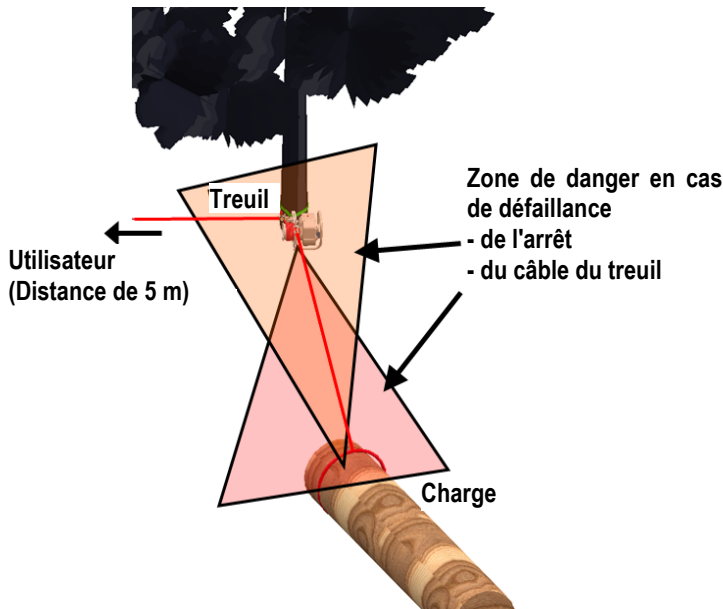
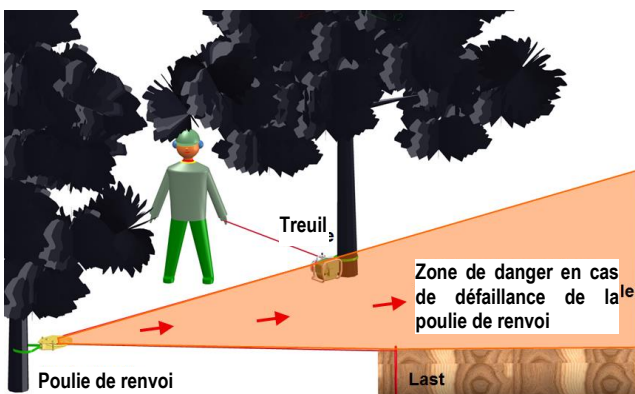

Fig. 1: Zones de danger en cas de défaillance de l'élingue ou de la corde du treuil
Fig. 2: Zone de danger en cas de défaillance d'une poulie de renvoi utilisée
13. Il est interdit de se tenir sous des charges suspendues ou en pente, ainsi que dans la zone de danger autour de la corde (fig. 1 et fig. 2).
Les zones de danger illustrées dans les figures 1 et 2 doivent être suffisamment sécurisées avant la mise en service du treuil. Lors de l'utilisation du treuil, observez une distance d'au moins 5 m par rapport à celui-ci.
Avant de travailler, assurez-vous que la zone de danger est dégagée (voir fig. 2).